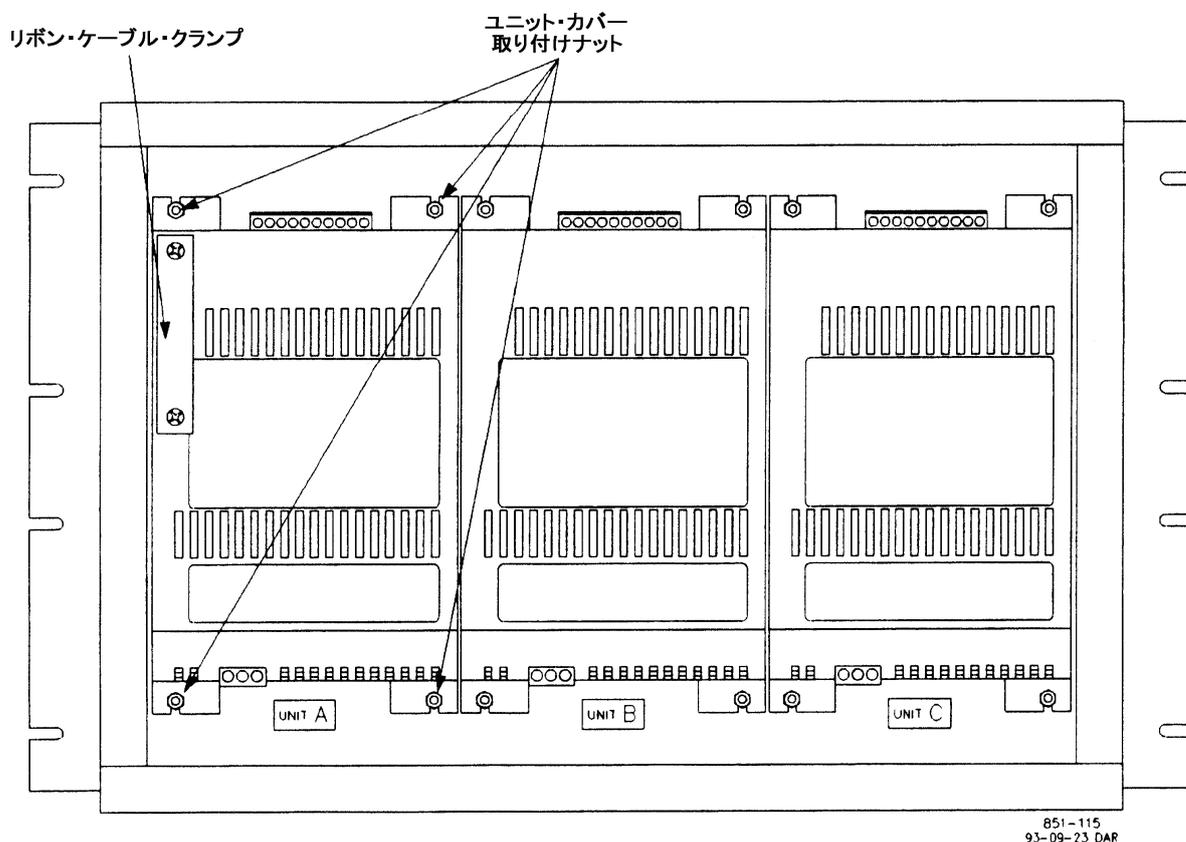

図 6-2. ProTech 内部のユニット・カバー
3. ユニットAのヒューズを交換する場合は、リボン・ケーブル用のクランプを取り外して保管しておいてください。カバーを付け直す時に必要になります。(図 6-2 を参照)
4. まず電源基板の端子台を引き抜いてから、I/O 基板の端子台の配線を引き抜きます。(図 6-2 を参照)
5. これからヒューズを交換しようとするユニットのカバーの4隅のナットを外し、よく注意してカバーを引き抜きます。(図 6-2 を参照)ヒューズ交換後また付け直さなければならないので、カバーとナットは保管しておきます。
9. ユニットAのヒューズを交換した場合は、先ほど外したリボン・ケーブル用のクランプを付け直してください。(図 6-2 を参照)
3. ユニットAを交換する場合は、リボン・ケーブル用のクランプを取り外して保管しておいてください。新しいユニットを取り付ける時に必要になります。(図 6-2 を参照)
4. まず電源基板の端子台を引き抜いて、次に I/O 基板の端子台を引き抜きます。(図 6-2 を参照)
5. 交換しようとするユニットのカバーの4隅のナットを外し、よく注意してカバーを取り外します。(図 6-2 を参照) ヒューズ交換後また付け直さなければならないので、カバーとナットは保管しておきます。
9. ユニットAを取り付けている場合は、リボン・ケーブル用クランプを忘れずにカバーに取り付けてください。(図6-2を参照)